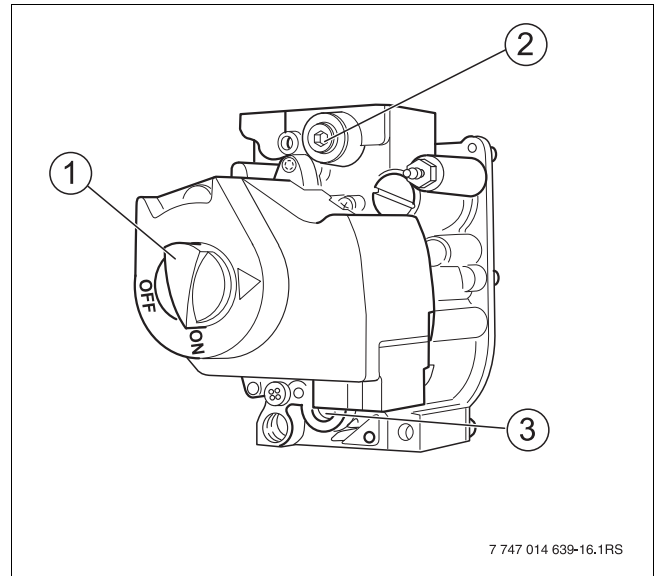

Fig. 8 Bloc gaz
- ▶ Pour mesurer la pression de raccordement du gaz, retirer le capuchon du point de mesure correspondant (→ fig. 8, [2], page 9) sur le bloc gaz.